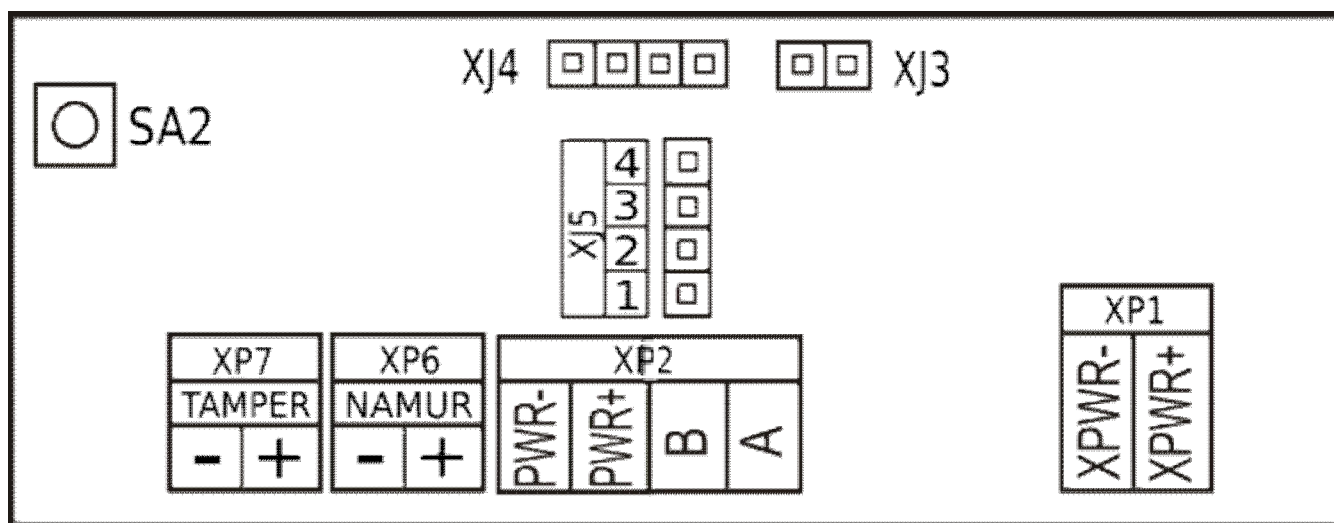

Рис.3 Розміщення роз'ємів на платі перетворювача інтерфейсів RS485/Bell202
3.8 Розміщення роз'ємів на платі перетворювача показані на Рис.3.